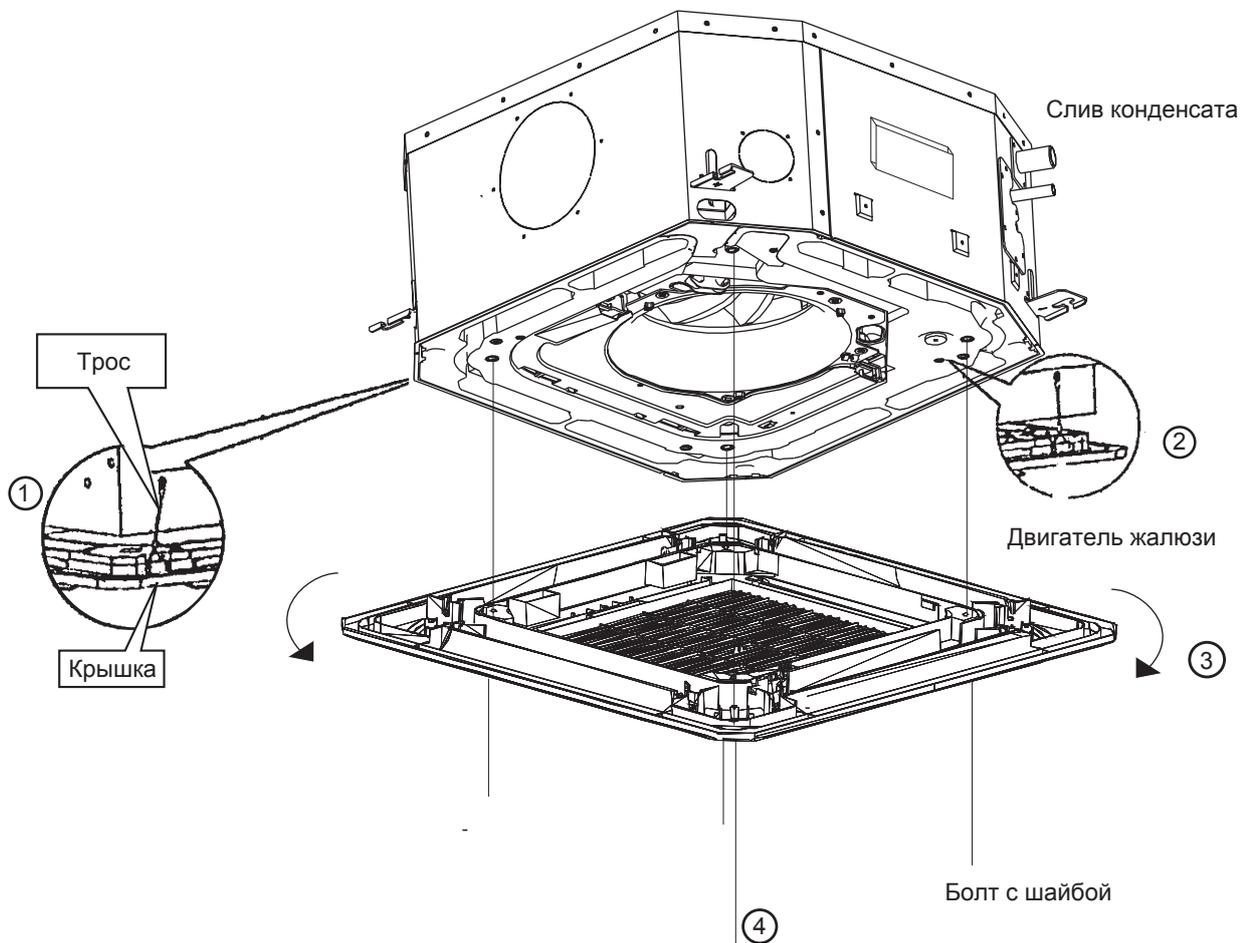

Рис. 1
- б) Вставьте петли панели на стороне привода поворота жалюзи и на противоположной стороне в крюки водоприемного устройства. Затем подвесьте две другие петли панели на соответствующие крюки корпуса (см. рис. 1).
- в) Отрегулируйте четыре подвеса блока так, чтобы корпус располагался горизонтально, и равномерно прижмите панель к потолку винтами (см. рис. 1).
- г) Отрегулируйте положение панели, слегка поворачивая ее в направлении, показанном стрелками на рис. 1, чтобы совместить центр панели с центром отверстия в потолке. Проверьте надежность крепления панели в углах.